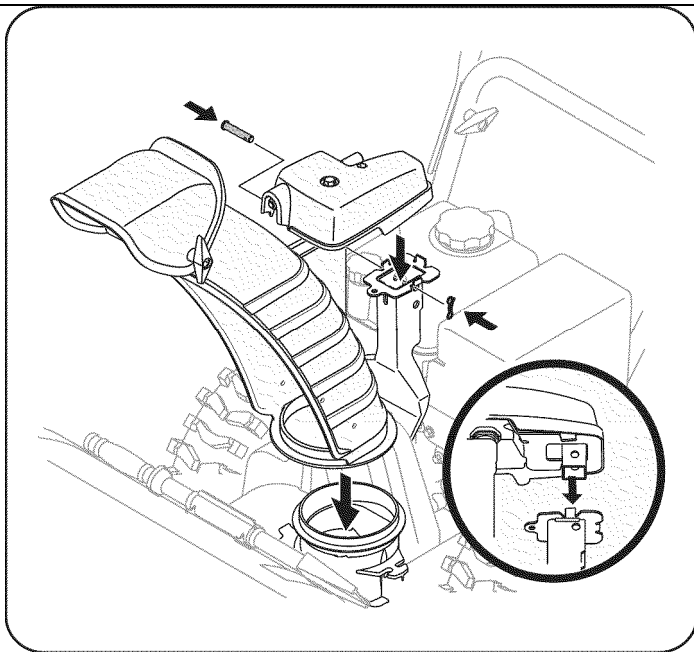

Рис. 4
5. Установите желоб на основание и зафиксируйте управление желобом к кронштейну, используя штифт и шплинт, снятые ранее (См. Рис. 4).